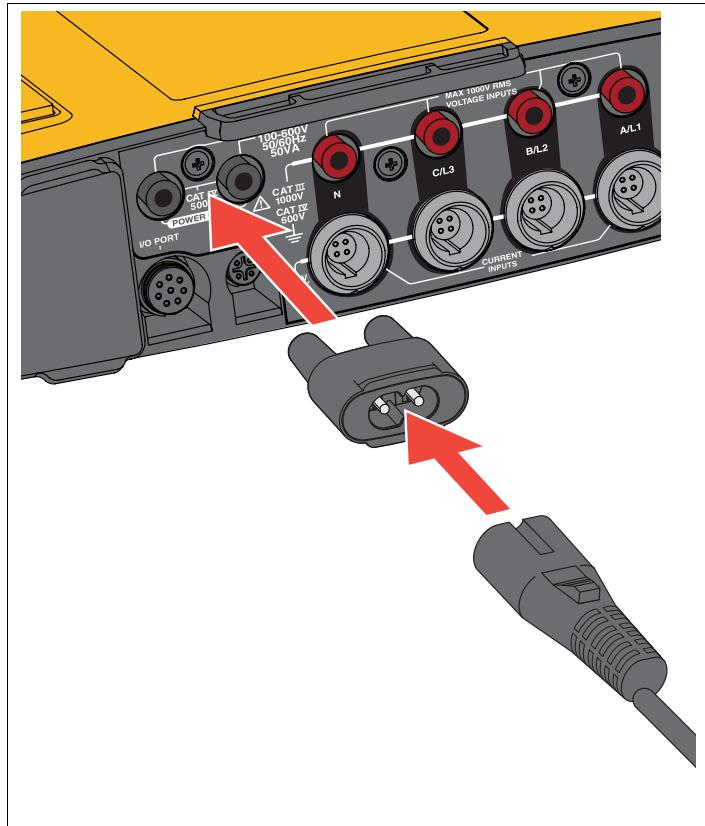

Рисунок 5. Электропитание
- Подсоедините сетевой адаптер MA-C8 к обоим входам источника питания регистратора. См. Рисунок 5.